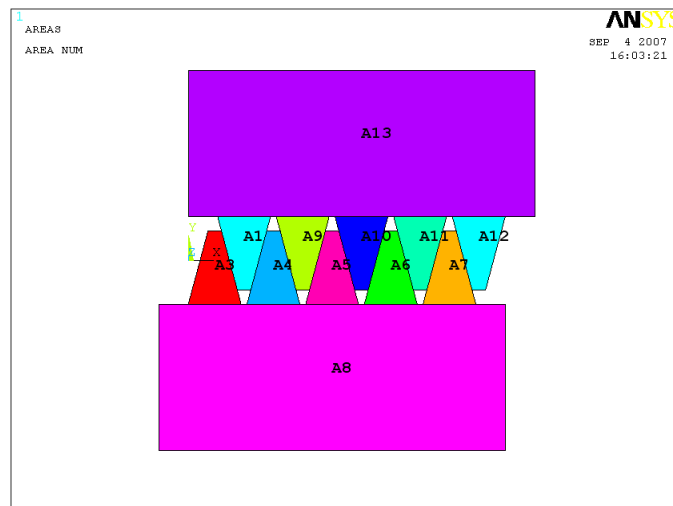
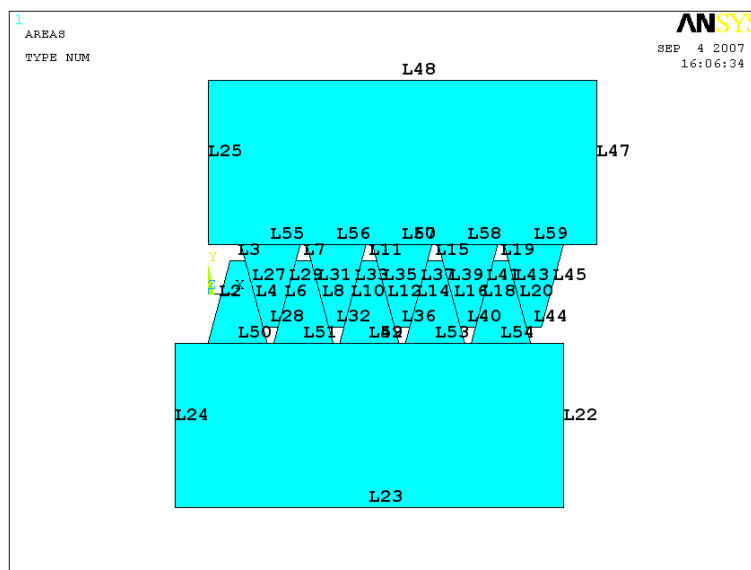

Рисунок 36. Нумерация поверхностей примера 2
Рисунок 37. Нумерация линий примера 2
При использовании этого пункта меню, области с нумерацией будут перерисованы (Рисунок 36).
Для обновления изображения модели необходимо использовать пункт меню (Рисунок 37):
- Для поверхности *A8* (Рисунок 36): нижняя граница *L23* (Рисунок 37) поверхности неподвижно закреплена (*All DOF: VALUE = 0*). Отсутствуют перемещения левой и правой границы *L22* и *L24* поверхности вдоль оси *OX* (*UX: VALUE = 0*).
- Для поверхности *A13* (Рисунок 36): верхняя граница *L48* (Рисунок 37) не может перемещаться вдоль оси *OY* (*UY: VALUE = 0*), но может перемещаться вдоль *OX*. Правая граница *L47* имеет заданное перемещение вдоль оси *OX* равное $-5E-6$ (*UX: VALUE = -5E-6*).
Напоминаем, что при создании контактных пар необходимо задать в двумерном случае линии внедрения и контактные линии. Линиями внедрения в данном случае будут правые боковые линии областей *A3 - A7* (Рисунок 36). Контактными линиями – левые боковые линии поверхностей *A1, A9 - A12*. К сожалению, указать номера линий, с которыми необходимо работать при создании контактных пар, нет возможности, т.к. рисунок в районе зубьев очень насыщен (Рисунок 37). Поэтому, при описании действий в этом пункте, будем пользоваться совместно **Contact Wizard** и меню **Select Entities**.
- Выделяем фрагмент рисунка, содержащего линии внедрения. Для этого вызываем окно **Select Entities**, используя пункт меню утилит: **Utility Menu> Select> Entities....** Определяем на первом этапе, что линии внедрения принадлежат поверхностям *A3 - A7* (Рисунок 36), поэтому выбираем указанные поверхности с помощью меню **Select Entities**. Для этого:
4. Выбираем с помощью появившегося окна выбора **Select areas** поверхности *A3 - A7* (Рисунок 36).
- Далее выделяем фрагмент рисунка, содержащего контактные линии. Определяем, что контактные линии принадлежат поверхностям *A1, A9 - A12* (Рисунок 36). Поэтому выбираем